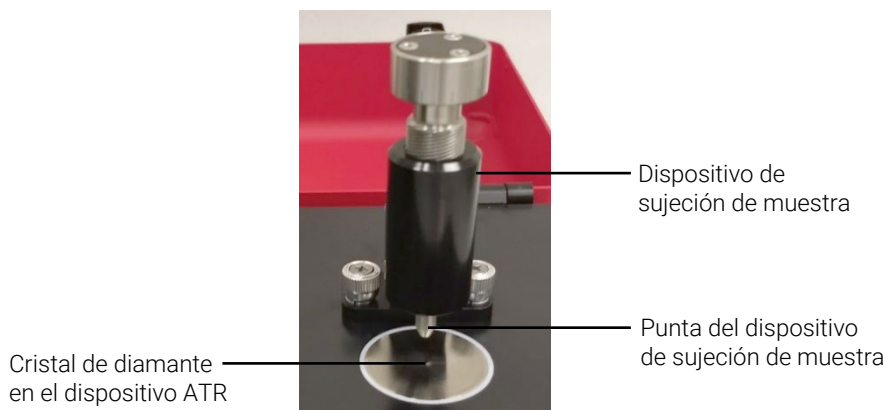

Figura 7. Dispositivo de sujeción de muestra en la posición más alta que ofrece fácil acceso para la carga y limpieza de la muestra
En el modo de limpieza y carga de la muestra, el dispositivo de sujeción de muestra debe estar en la posición más alta, para que la punta de esta esté bien por arriba de el visor de muestreo de cristal de diamante (consulte la Figura 7). Sólo en esta posición, se puede acceder fácilmente al área de montaje de la muestra para cargarla en su lugar y limpiar las superficies de muestreo antes de analizar la siguiente muestra.
- 2 Limpie la punta del dispositivo de sujeción de muestra primero y luego limpie el visor de montaje de muestreo, como se indica en la Figura 7.